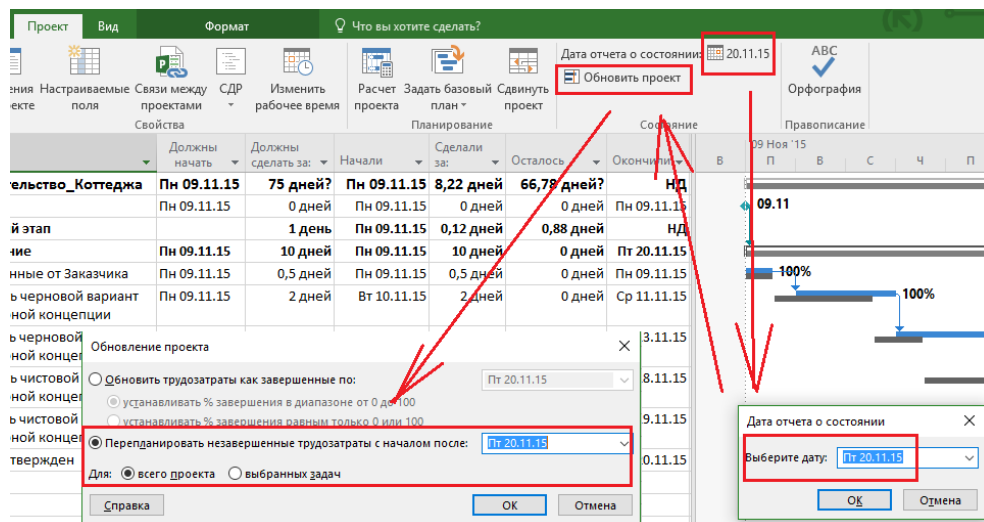

Рисунок 6.31 – Перепланирование проекта
2. Перепланировать незавершенные трудозатраты с началом после даты отчета о состоянии (см. Рисунок 6.31).